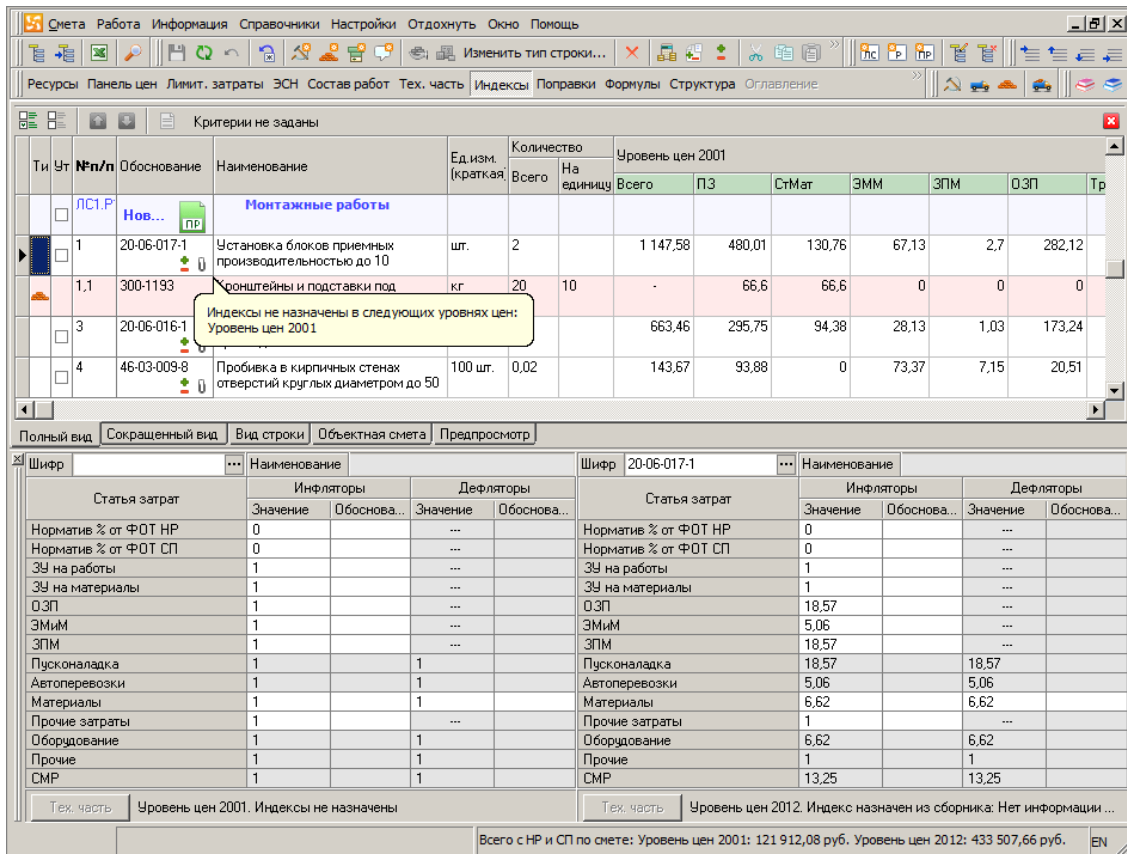

Рис. 1. Всплывающее окно с информацией
-  - для сметных строк, у которых хотя бы в одном уровне цен (включая невидимые) индексы не назначены. При наведении указателя мыши на такой индикатор, показывается всплывающее окно с информацией, в каких уровнях цен индекс не был назначен (см. рис. 1).